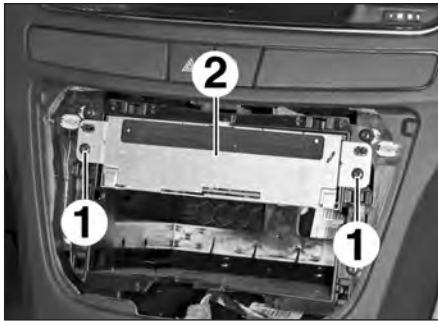

FIG.27
- les vis (1) (Fig.27).
- l'autoradio (2).